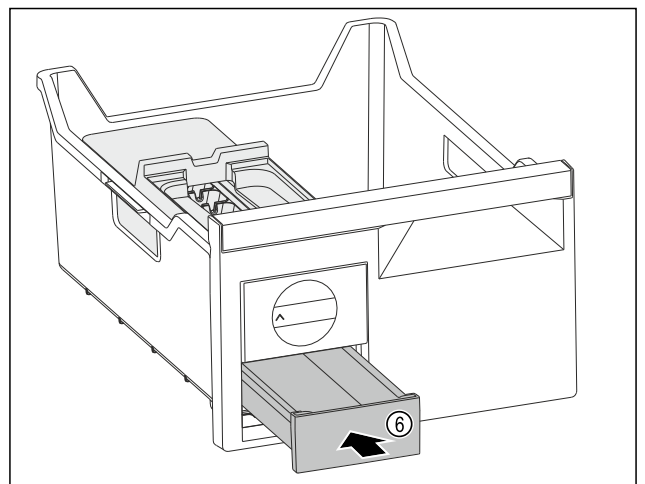

Fig. 126
- Spingere verso l'interno il cassetto del ghiaccio Fig. 126 (6).